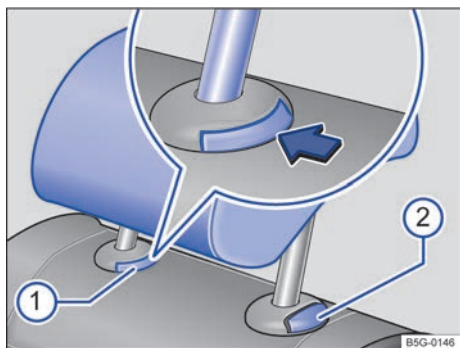
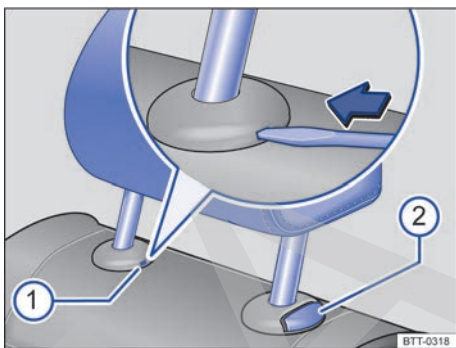

Fig. 51 Desmontaje de los apoyacabezas traseros (variante 1).
Fig. 52 Desmontaje de los apoyacabezas traseros (variante 2).
- Pulse la tecla ⇒ **fig. 51** de la guía de apoyacabezas.
- En caso necesario, introduzca el paletón de la llave del vehículo o la punta plana del destornillador de las herramientas de a bordo en la ranura de la tapa ⇒ **fig. 52** .
- Baje el apoyacabezas a la vez que presiona la tecla ⇒ **fig. 51** o ⇒ **fig. 52** .